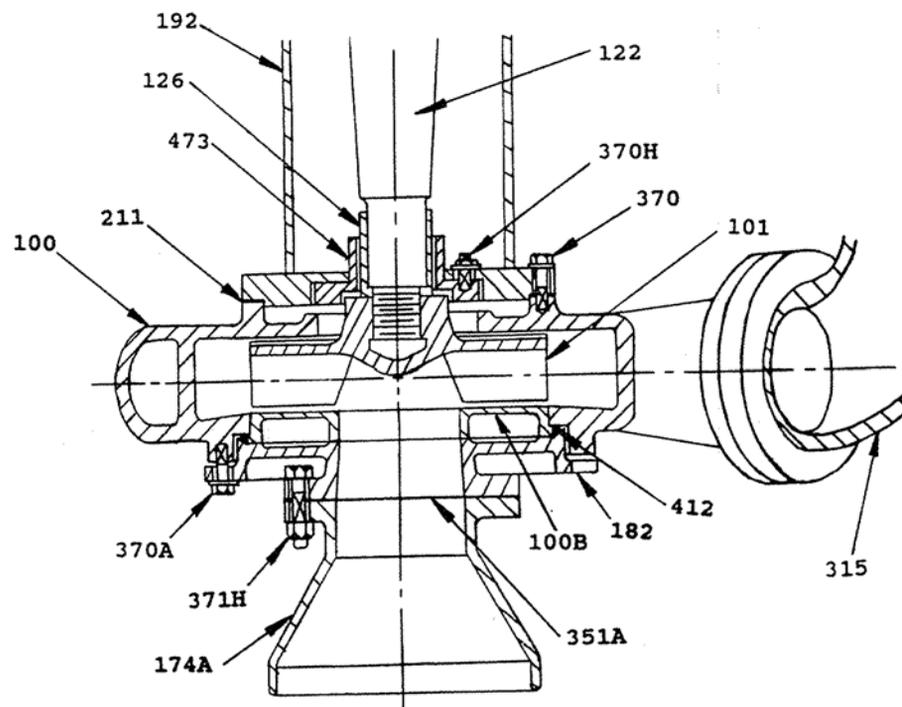

Figure 8: Extrémité d'aspiration VJC
2. Desserrer les écrous des goujons (370C) de blocage de la butée axiale. (Consulter Démontage de l'ensemble carter de roulement et arbre (page 24), Figure 8.
3. À l'aide des boulons de réglage de jeu (3700/sens anti-horaire), abaisser le carter de roulement jusqu'à ce que la turbine (101) touche la doublure d'aspiration (1008). À l'aide des boulons, lever le carter de roulement de 0,06" pour appliquer le jeu de fonctionnement recommandé. Vérifier que la turbine tourne librement sur 360°.
6. Déboulonner et déposer le couvercle d'aspiration (182) et sa doublure (1008).
7. Bloquer l'arbre (122), faire tourner la turbine (101) dans le sens de rotation normal et la dévisser de l'arbre. Protéger les filetages avec du ruban adhésif.
8. Dévisser les goujons, les écrous et les boulons (370 & 371H). Déposer le corps (100) avec le joint caoutchouc (211).
9. Dévisser les écrous (370H) de la bague d'étranglement (473) et enlever du tuyau de colonne. Les écrous sont accessibles par les trous de décharge du tuyau de colonne.
10. Enlever le manchon (126) de l'arbre (122) en le faisant glisser.
11. Séparer le tuyau (192) de colonne et le tuyau de refoulement (195).
12. Enlever les écrous des goujons (370C) de blocage du carter de roulement. Voir fig. 8.
13. Extraire du châssis (228) l'ensemble carter de roulement et arbre.
1. Nettoyer soigneusement l'arbre (122) et vérifier l'absence d'entailles ou de régions usées. Consulter la Figure 8.
2. Enfoncer le joint extérieur (332) dans le capot d'extrémité extérieur (109) en positionnant le joint de manière que sa lèvre soit orientée vers le haut en position installée dans la pompe. Enfoncer le joint intérieur (333) dans le châssis (228A) avec la lèvre vers le bas et fixer avec les vis à tête creuse (370P).
4. Placer le contre-écrou (136) et la rondelle d'arrêt (382A) du roulement extérieur contre l'épaulement du roulement et visser fortement lorsque les roulements sont froids. Après avoir bloqué l'écrou, replier le "tenon" de la rondelle d'arrêt dans la fente du contre-écrou.
6. Insérer le carter de roulement (134A) par l'extrémité de l'arbre côté turbine et insérer le roulement extérieur. Fixer le capot d'extrémité (109) muni de son joint torique (496). Serrer les boulons uniformément pour une bonne assise du roulement extérieur. Un jeu de l'ordre de 0,06" doit exister entre la bride du couvercle d'extrémité et le carter de roulement. Ce jeu permet le bon ajustement du roulement dans son carter.
7. Enfoncer le roulement intérieur (168) sur l'arbre jusqu'à ce que sa rangée intérieure repose sur l'épaulement de l'arbre.